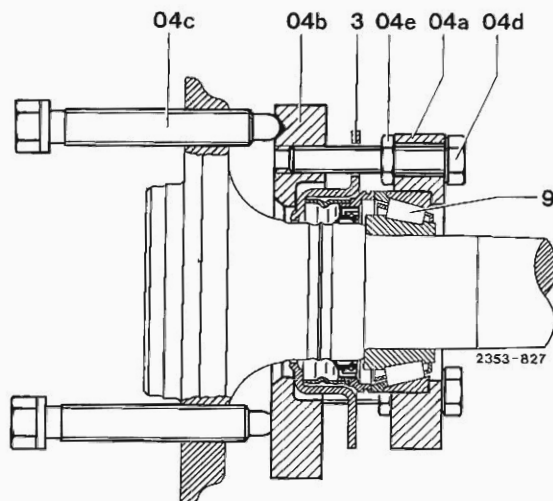

Bild 189
- 8 Haltering (04 a) mit Sechskantschrauben (04 d) über den Kegelrollenlager-Außenring einlegen. Geteilte Druckringe (04 b) am Lagerdeckel (3) anlegen und mit den Sechskantschrauben (04 d) des Halterings (04 a) parallel verschrauben. Die Sechskantmutter (04 e) gegen den Haltering (04 a) drehen (Bild 189).
9 Druckschrauben bis in die Zentrierbohrungen der geteilten Druckringe eindrehen (Bild 189).
10 Kegelrollenlager abdrücken (Bild 189).